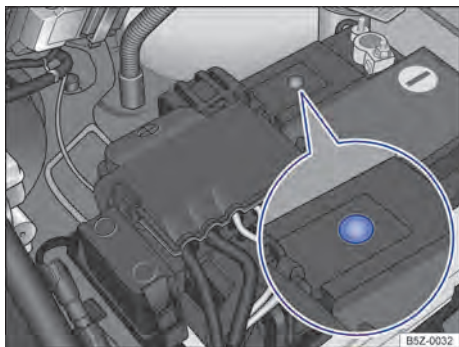

Fig. 134 No compartimento do motor: exemplo de posição do visor no lado superior da bateria do veículo.
- O visor redondo ⇒ Fig. 134 na parte superior da bateria do veículo muda de cor conforme o nível do eletrólito.